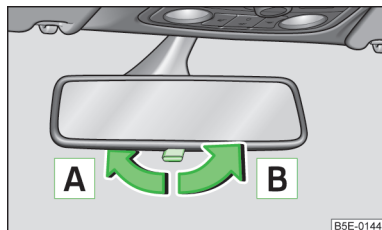

Fig. 43
- Per portare lo specchietto in **posizione antiabbagliamento**, regolare la leva sul bordo inferiore dello specchietto in direzione del parabrezza - freccia **A** » fig. 43.